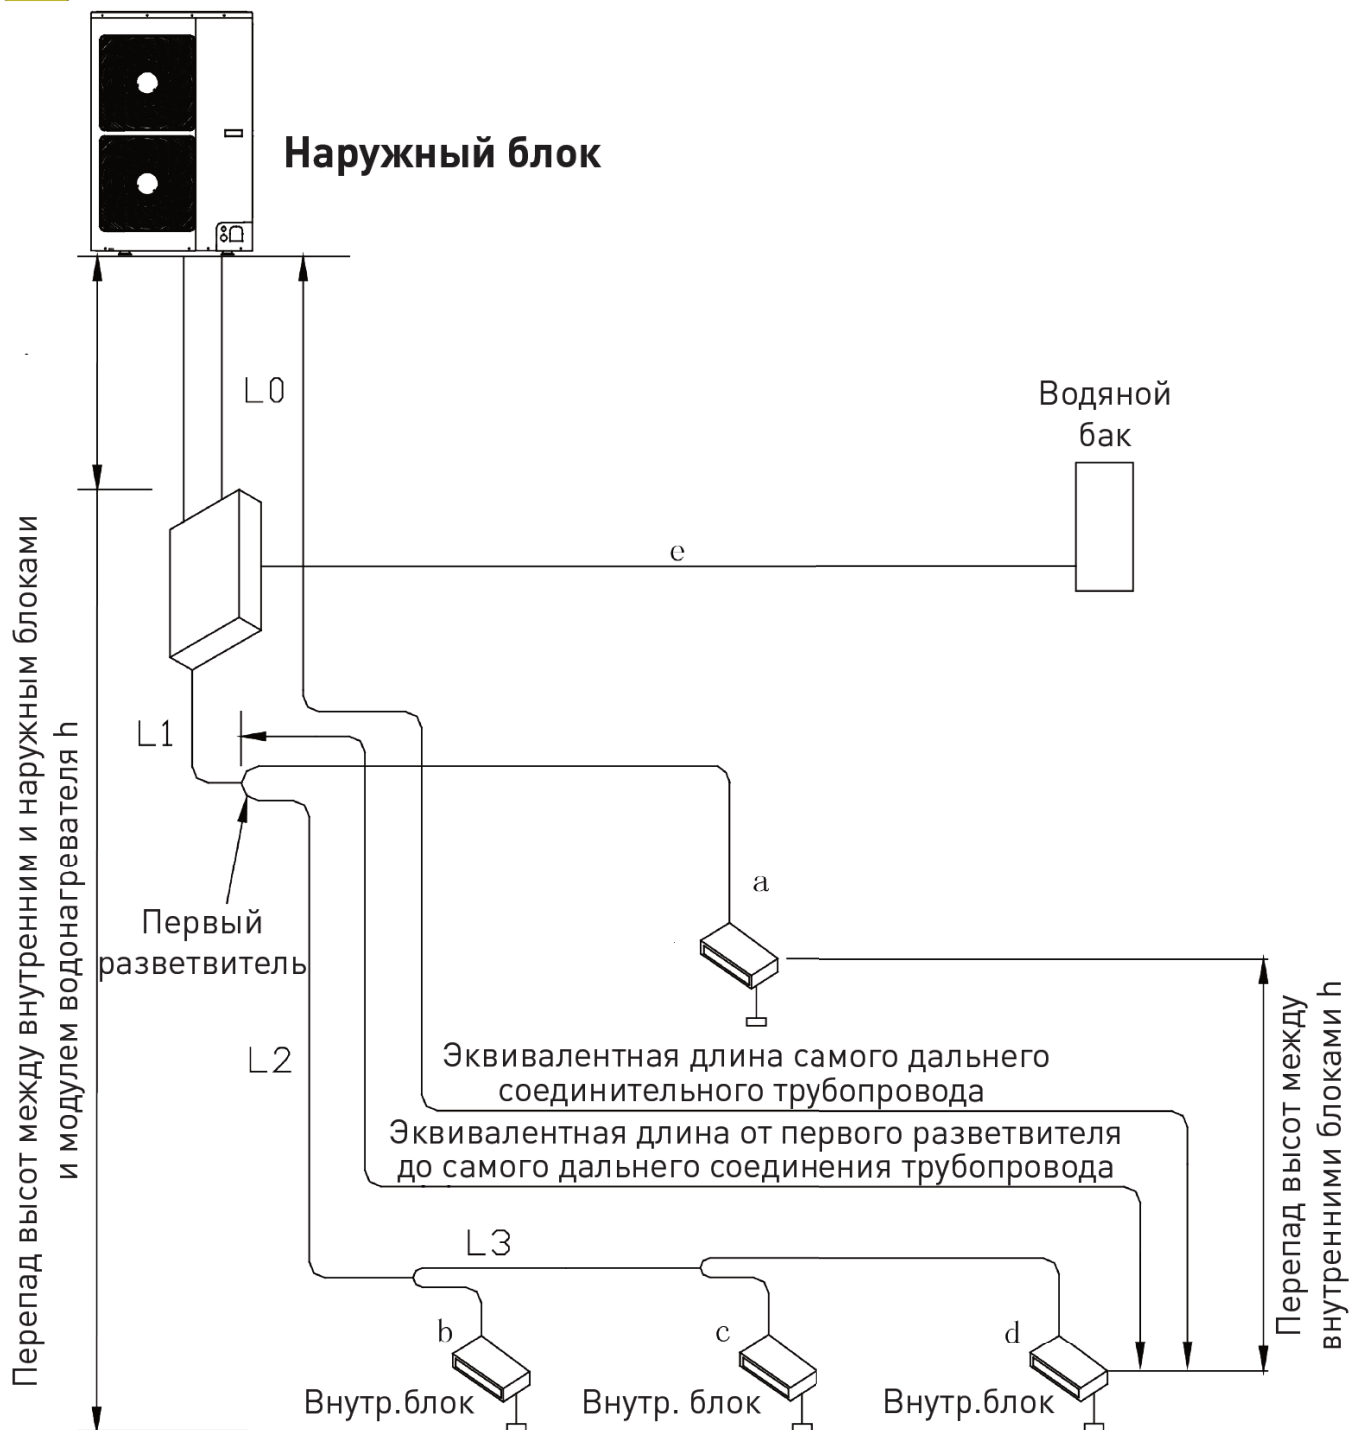

Рис. 4.4
1) Для соединения наружных, внутренних блоков и модуля водонагревателя используется Y-образный трубный разветвитель. Способ соединения показан на Рис. 4.4 ниже: